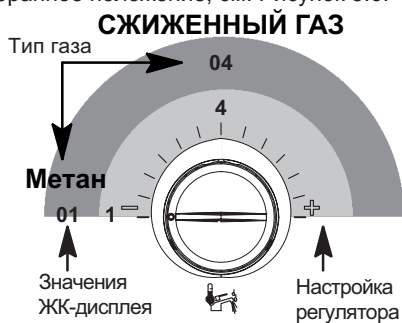

Рисунок 8.6
- Чтобы изменить настройку, поверните регулятор температуры контура горячего водоснабжения 10 и установите его в выбранное положение, см. Рисунок 8.6.